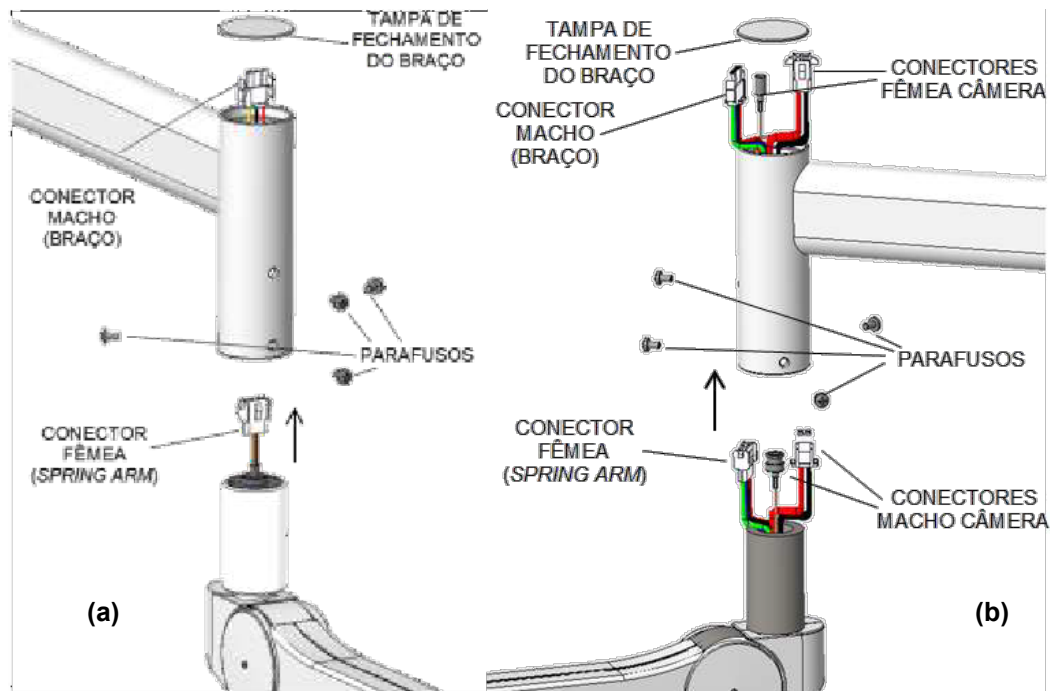

FIGURA 53 – MONTAGEM DO *SPRING ARM* (a) BRAÇO SEM SISTEMA DE CÂMERA (b) BRAÇO COM SISTEMA DE CÂMERA
- Puxar o Conector do Eixo do Braço (nos Braços com sistema de Câmera são três conectores) pela extremidade de cima (Figura 53);